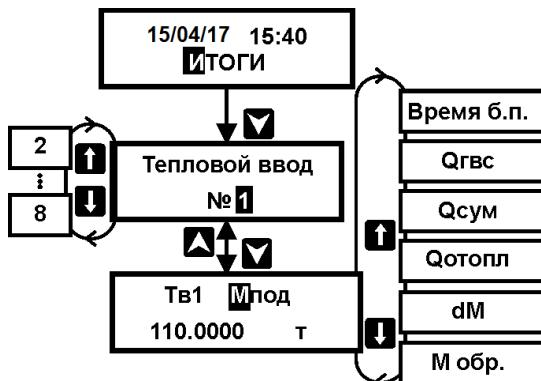

Рисунок 18 – Порядок действий по просмотру информации на дисплее
- Установить кнопками  $\uparrow$  или  $\downarrow$  пункт меню 1-ого уровня ИТОГИ (рисунок 18);